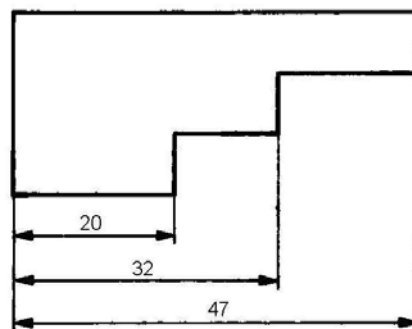

Figure 1.92
b) Cotation en parallèle - figure 1.92.